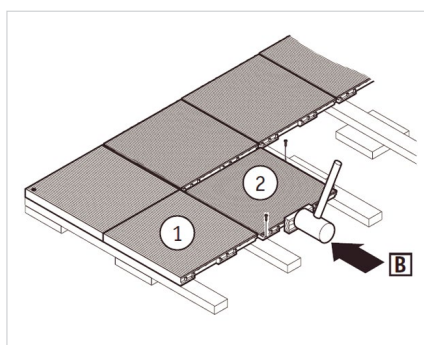

Рис. 10 Крепление кассет последующих рядов
- после этого вбить кассету резиновым молотком по монтажным зажимам предыдущего ряда и снова прикрепить, при этом следить за соответствием рисунка швов (рис. 10).